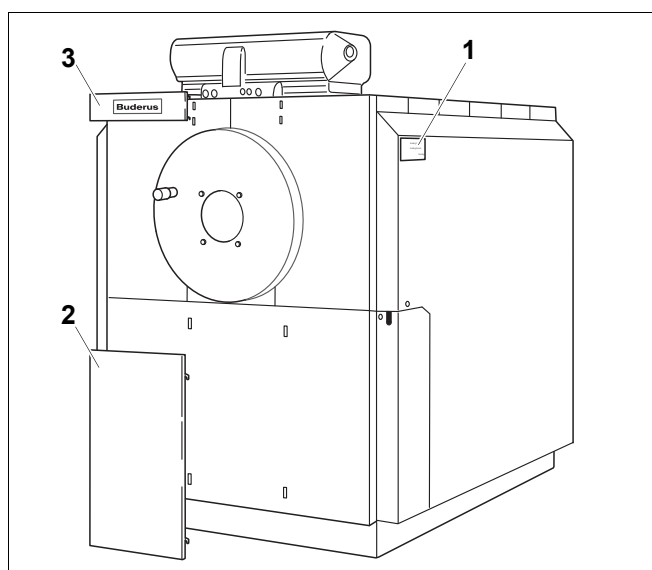

Рис. 25 Установка декоративных панелей
- Установите верхнюю (рис. 25, поз. 3) и нижнюю (рис. 25, поз. 2) декоративные панели, для чего вставьте крюки панелей в прорези в передней стенке.
- Прикрепите табличку котла вверху к панели (рис. 25).
- Закрепите заводскую табличку (рис. 25, поз. 1) в зависимости от местных условий на левой или правой боковой стенке.